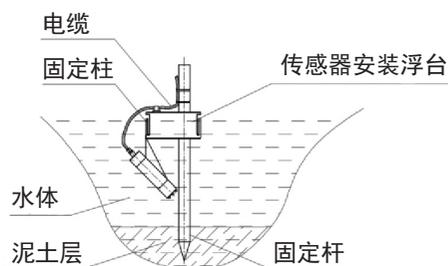

图2
1. 如图2所示，将固定杆（固定杆直径小于 $\phi 50$ ）插入泥土层使其固定，将传感器安装浮台套在固定杆上，使浮台自然漂浮在水面上。